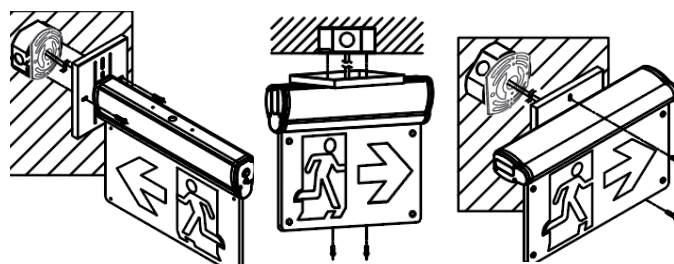

Fig. 4
6. Fixer le pavillon à la plaque de montage de la boîte de jonction à l'aide des vis fournies (Fig. 4).
7. Effectuer les connexions électriques conformément aux schémas de câblage de la page 1. Choisir le schéma de câblage applicable. Pour les modèles autonomes (SP), s'assurer que la batterie interne est connectée à la carte de circuit imprimé. **ATTENTION** ! Le fait de ne pas isoler les fils inutilisés peut entraîner un risque de choc électrique, une condition dangereuse ou une défaillance de l'équipement.